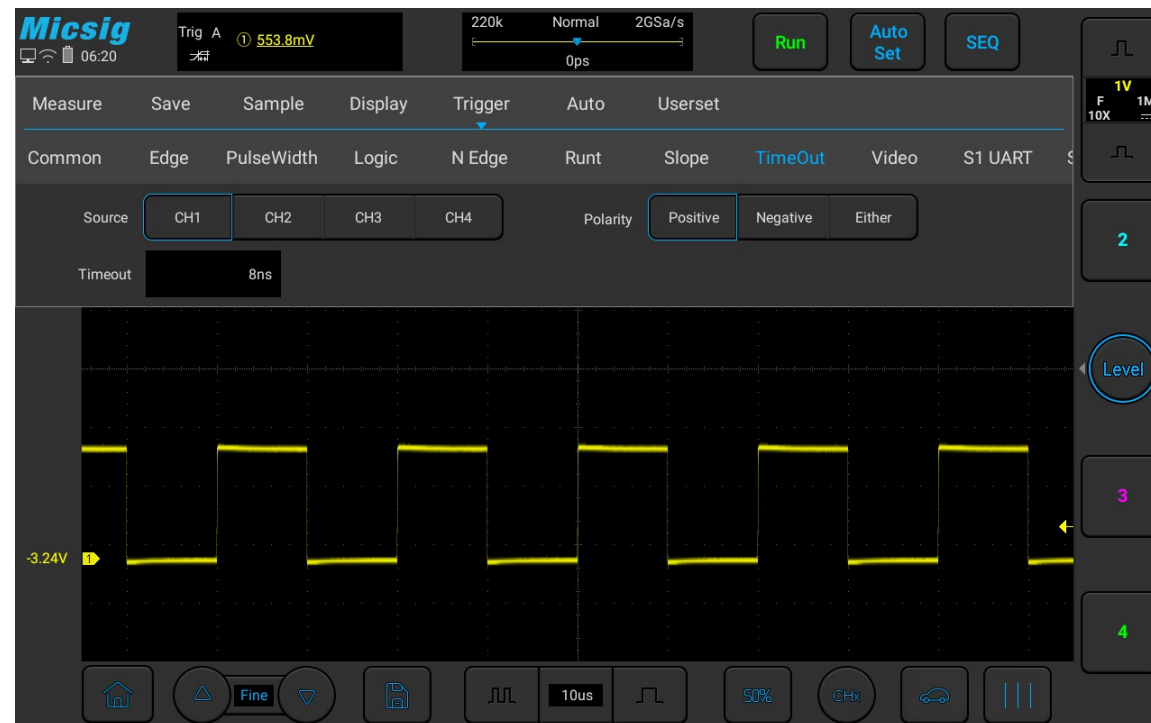

Abbildung 6-29 Zeitüberschreitungs-Trigger
- 1) Tippen Sie im Hauptmenü auf „Trigger“, um das Trigger-Menü zu öffnen, wählen Sie unter „Trigger-Typ“ die Option „Timeout-Trigger“ aus und stellen Sie den Timeout-Trigger wie in Abbildung 6-29 gezeigt ein: